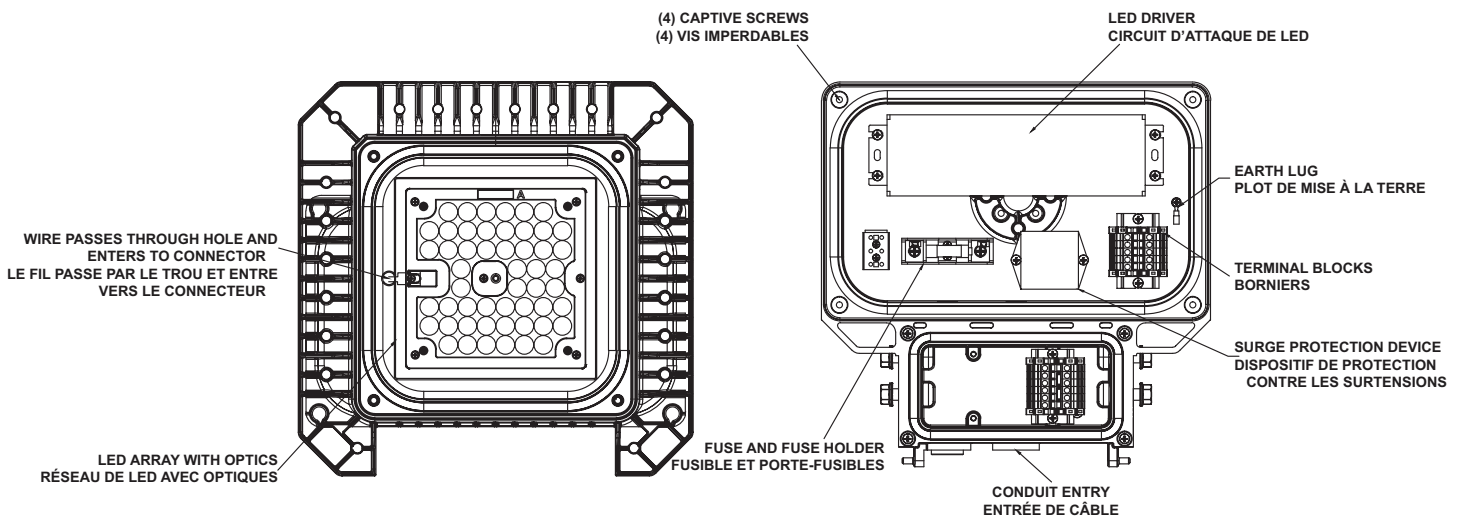

Figure 13: Wiring Compartment | Compartiment de câblage
1. Open the luminaire wiring compartment by loosening the four captive screws. Allow the cover to swing open, exposing the wiring compartment. See Figure 13.
Ouvrez le compartiment de câblage du luminaire en desserrant les quatre vis imperdables. Laissez le couvercle ouvert, exposant ainsi le compartiment de câblage. Reportez-vous à la Figure 13
3. Strip the individual conductors to bare wire and insert them into the proper terminal block connections. The connection points are identified on the terminal block as: "L" = Line, "N" = Neutral, and "G" = Ground. Tighten down the terminal block screws onto the wire. See Figures 13.
Dénudez les conducteurs individuels jusqu'au métal nu et insérez-les dans les connexions correctes du bornier. Les points de connexion sont identifiés comme suit sur le bornier : « L » = conducteur de phase, « N » = neutre et « G » = terre. Serrez les vis du bornier sur le fil. Reportez-vous à la Figure 13.